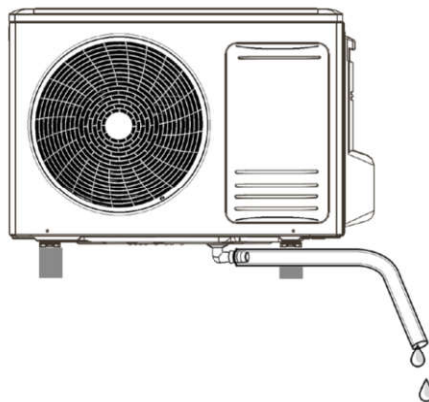

fig. 10 -
2. Sluit de fitting ("fig. 10 -") aan op een voldoende bestendige rubberen slang (zodat deze op geen enkele manier wordt vervormd of gesmoord).